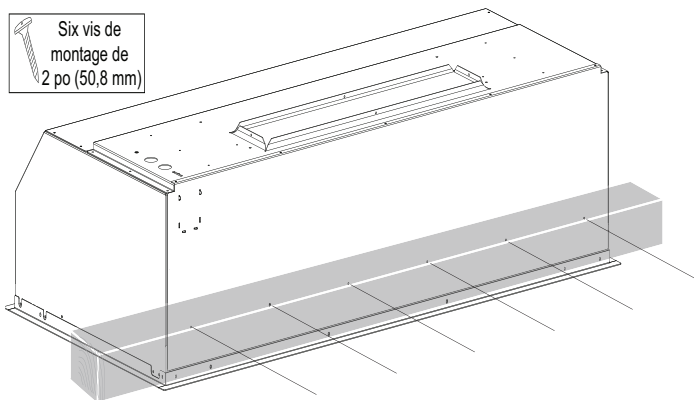

Figure 26 : Vis arrière des modèles VCIN
- b) Fixez l'arrière du boîtier à l'aide de six vis de montage 2 po (50,8 mm), comme illustré sur la Figure 26.